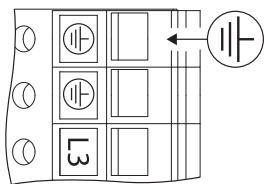

Fig. 26: Dodatkowe uziemienie
- Ze względu na większy prąd upływy w przypadku silników o mocy od 11 kW, zgodnie z normą EN 61800-5-1:2008-04 wymagane jest dodatkowo wzmacnione uziemienie (patrz Fig. 26).